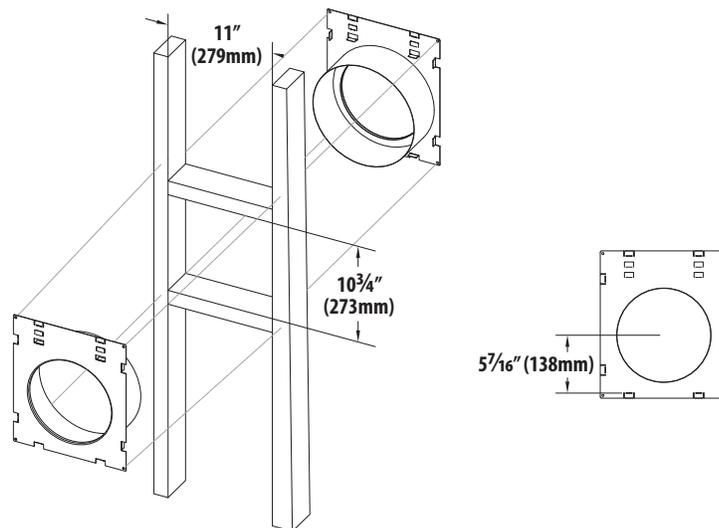

FIGURE 3.5 Encadrement de la terminaison d'évacuation
1. Mesurez la distance entre le plancher du foyer et le centre du point de traversée murale prévu du conduit d'évacuation. La dimension de la **FIGURE 3.5** est utilisée avec un coude Simpson DuraVent.
- Les dimensions du conduit rigide de la **FIGURE 3.5** sont testées avec un système de cheminée à conduit coaxial 5 po x 8 po homologué de Simpson DuraVent. Les dimensions des produits d'autres fabricants peuvent varier.